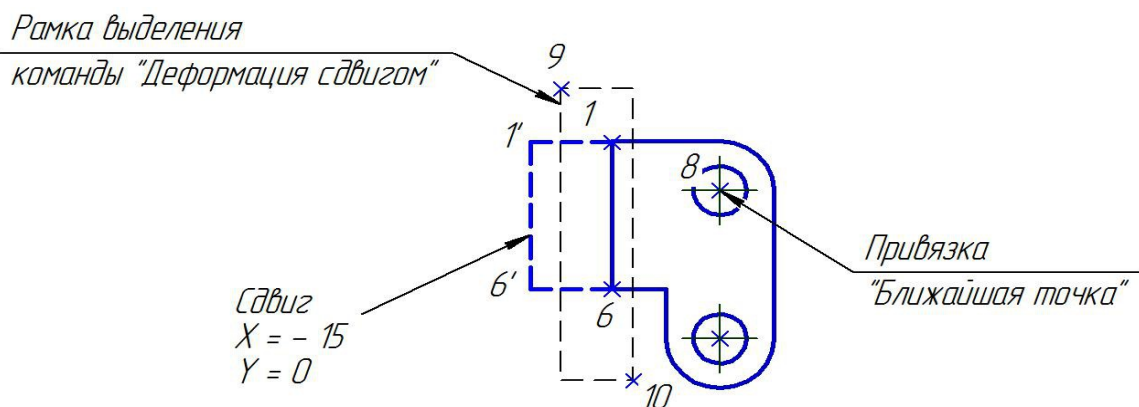

Рис. 1.24. Редактирование контура командой «Деформация сдвигом»
2. Скопируйте окружность вместе с центровыми линиями в точку 8. Для этого (рис. 1.24):